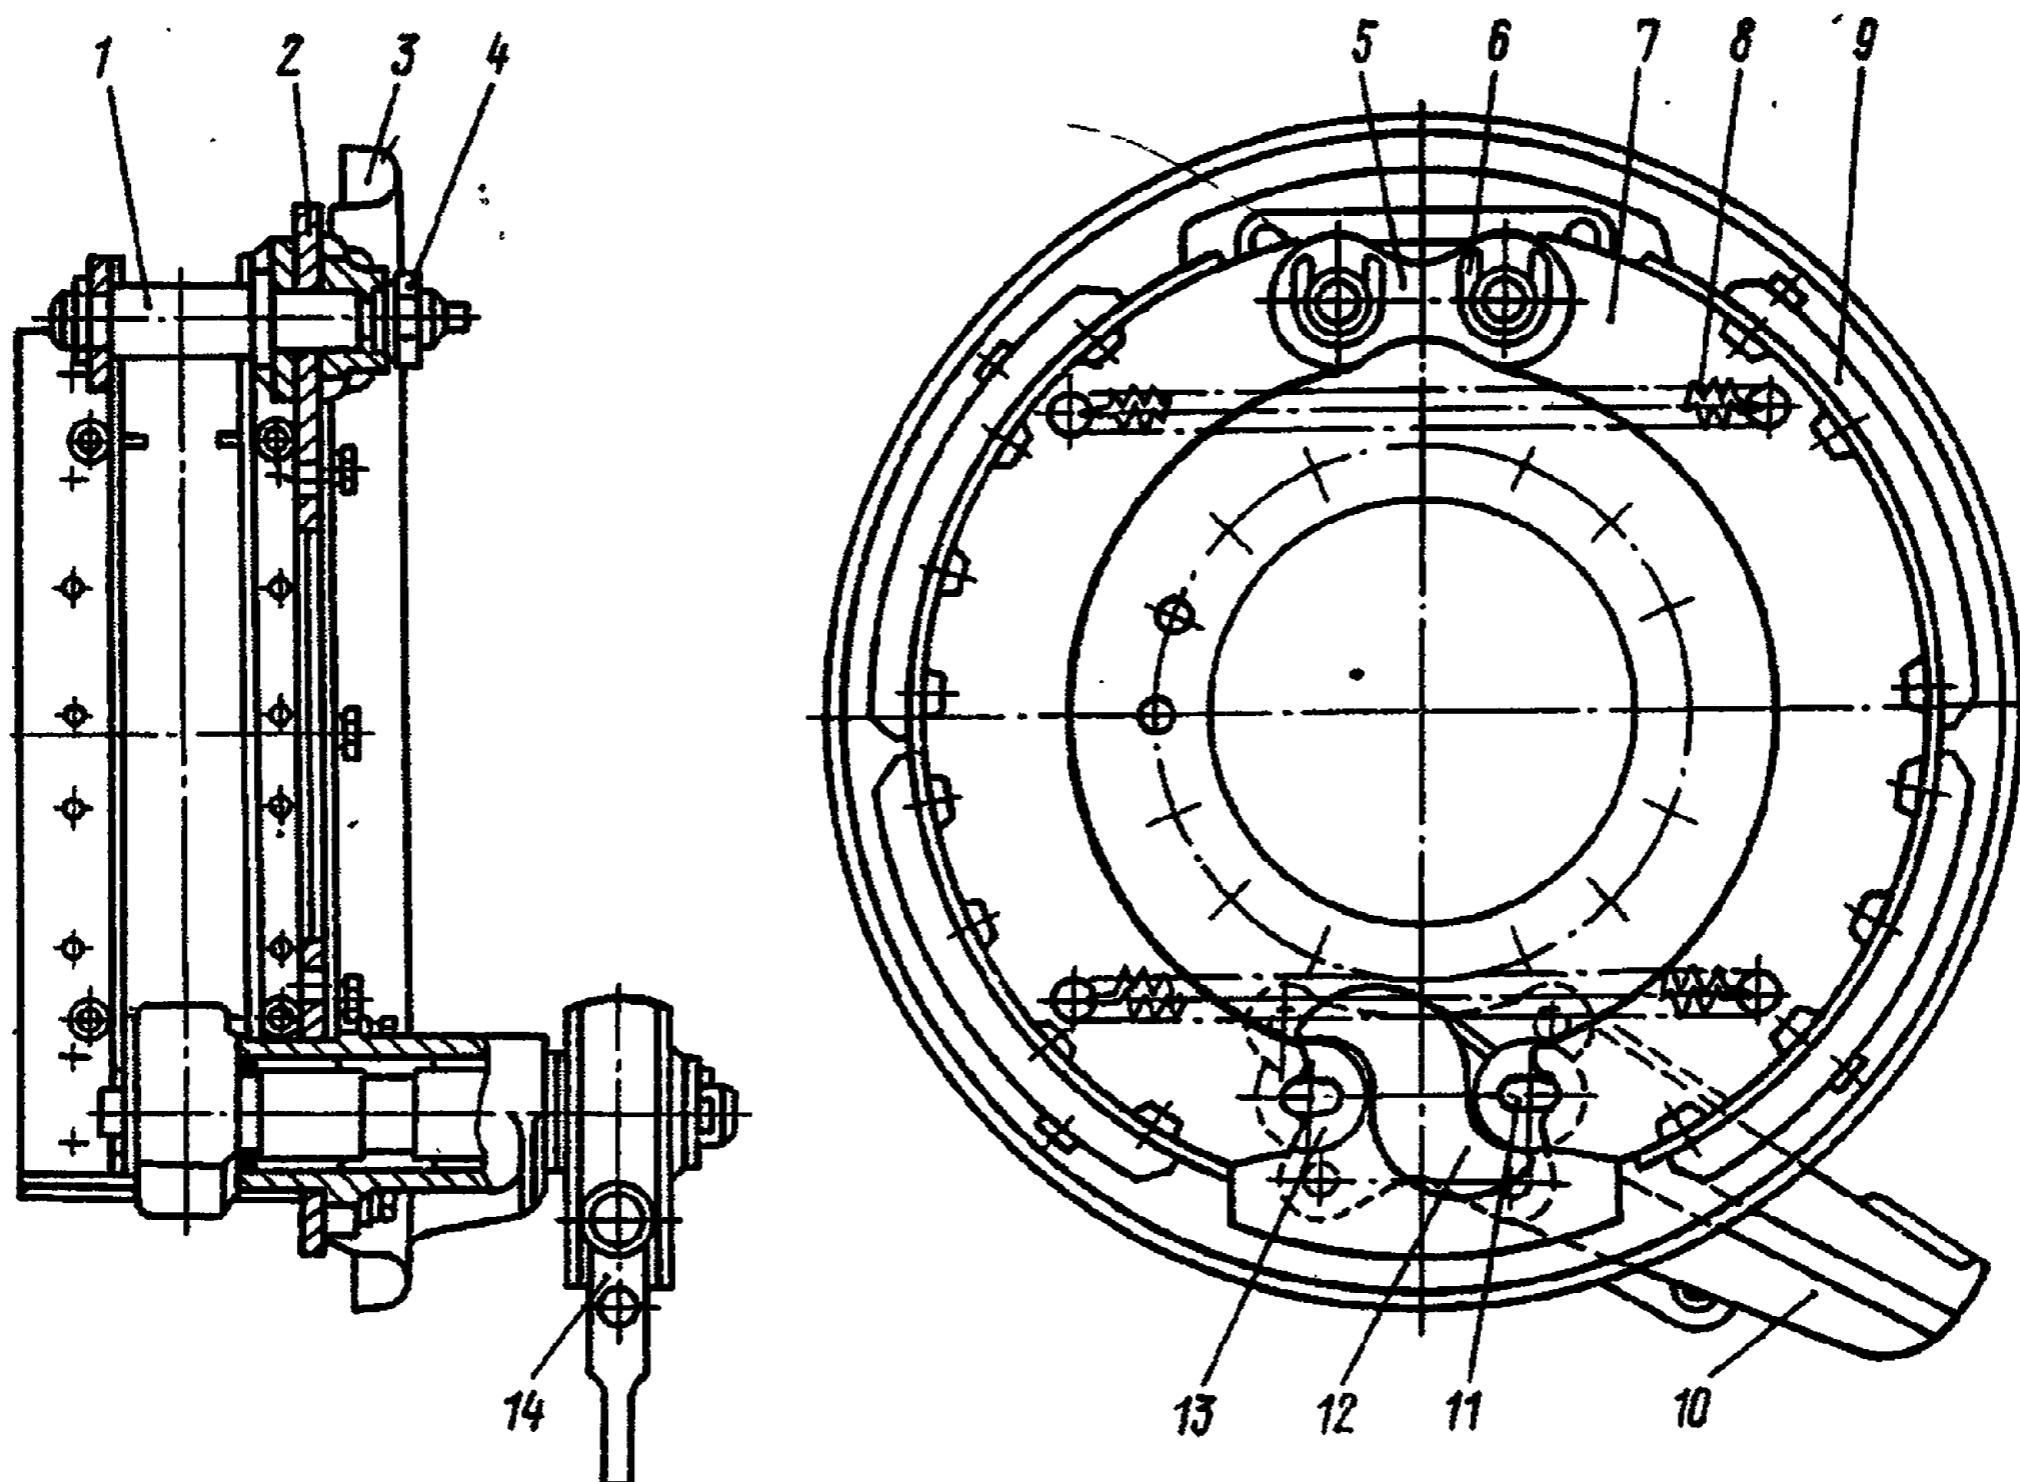

Рис. 63. Механизм тормозной:
4. Отсоедините и снимите наружные стяжные пружины 8 (рис. 63) колодок 7.	Клещи
Окна в щите 3 (см. рис. 63) закройте резиновыми заглушками. Гайки 4 осей колодок затяните с моментом 98—122 Н·м (10—12,5 кгс·м)